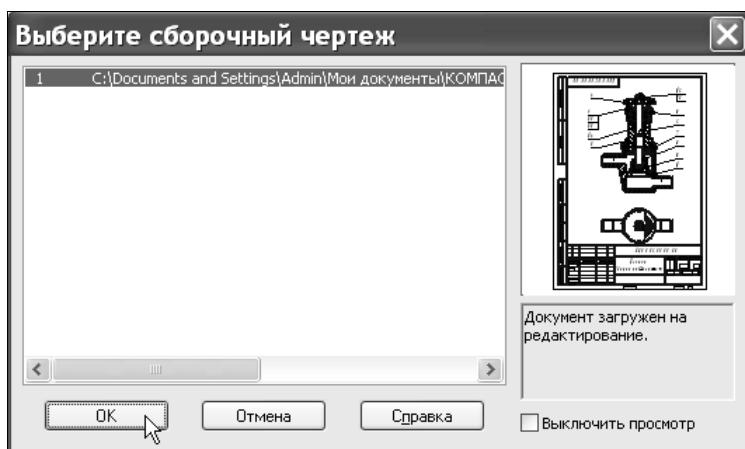

Рис. 9.108. Диалоговое окно Выберите сборочный чертеж
5. В диалоговом окне **Выберите сборочный чертеж** подтвердите выбор нажатием кнопки **OK** (рис. 9.108).